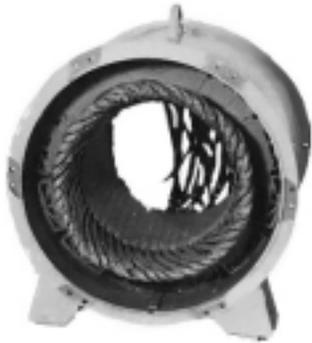

Figure 6-51
1. Nettoyer la carcasse du stator et les bobinages (Figure 6-51) (voir section 5)